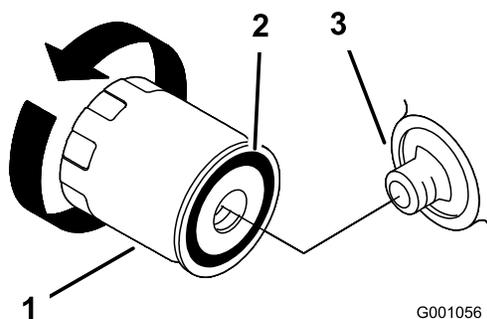

Figure 24
2. Déposez le filtre à huile usagé et essuyez la surface du joint (Figure 24
3. Appliquez une fine couche d'huile neuve sur le joint en caoutchouc du filtre de rechange (Figure 24).
4. Posez le filtre à huile de rechange sur l'adaptateur, tournez le filtre dans le sens horaire jusqu'à ce que le joint en caoutchouc touche l'adaptateur, puis serrez le filtre de 2/3 de tour à 1 tour supplémentaire (Figure 24).